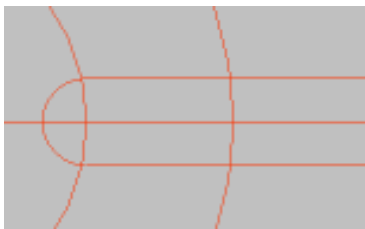

图 1-5 删除多余线条
10. 单击工具栏中的按钮，删除多余的线条，图形效果如图 1-5 所示。